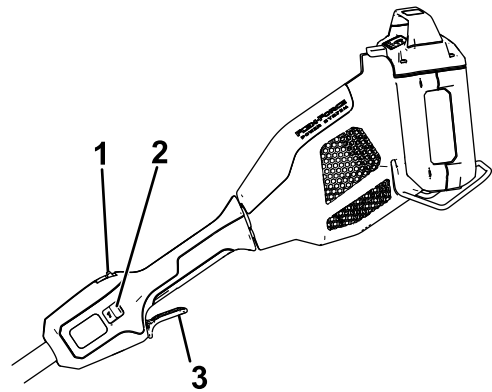

Figura 8
5. Para arrancar el accesorio, presione el botón de bloqueo y apriete el gatillo de accionamiento (Figura 8).
Para apagar el cortasetos, suelte el gatillo de accionamiento (Figura 8). Espere al menos 5 segundos para que la cuchilla se detenga.